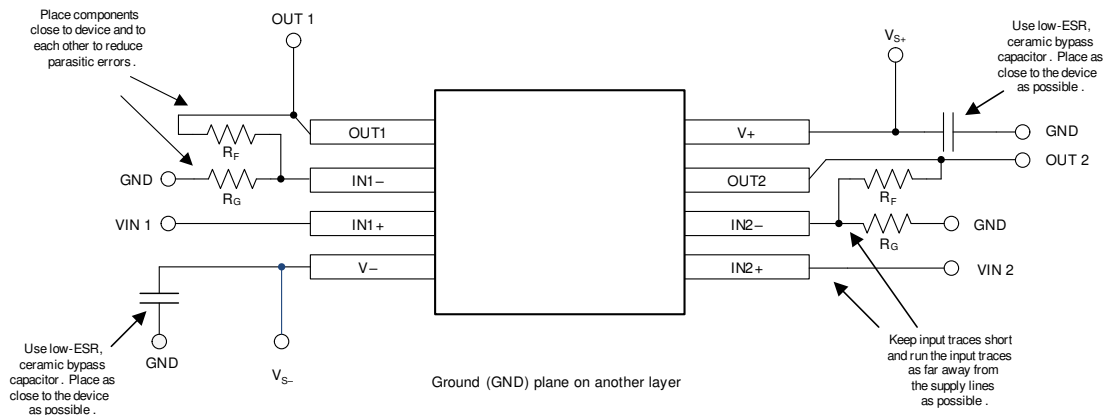

図 9-8. レイアウト例
- 外付け部品は、可能な限りデバイスに近く配置します (図 9-8 を参照)。 R_F と R_G を反転入力に近付けて配置すると、寄生容量を最小化できます。